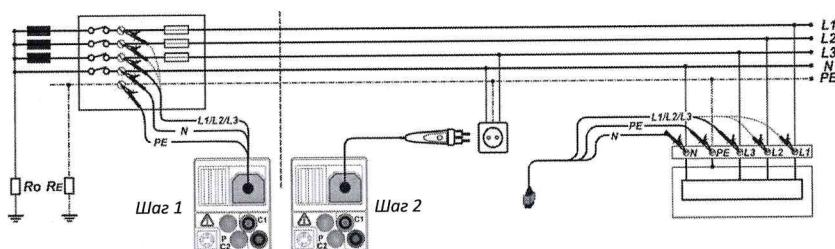

Рисунок 6.4: Настройка автоматической последовательности
- Подключите** испытательную проводку (выводы) к входу электрической установки (см. Рисунок 6.4: Настройка автоматической последовательности)
- Подключите** измерительную проводку (выводы) к тестируемому элементу (см. Рисунок 6.4: Настройка автоматической последовательности)